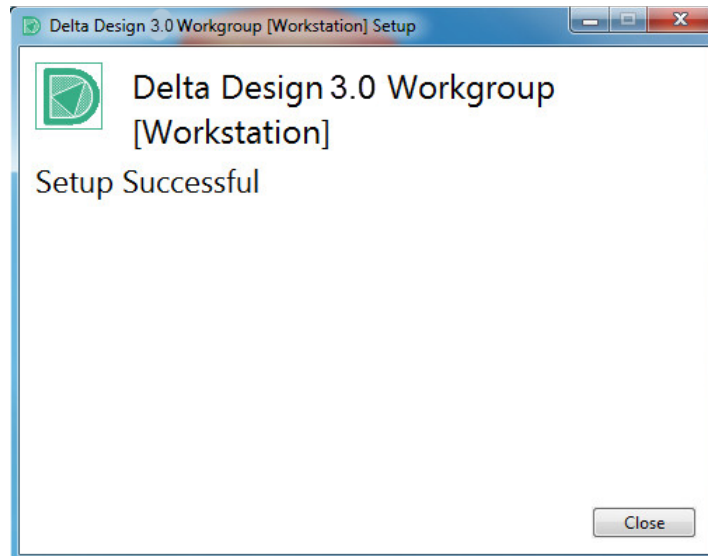

Рис. 17 Заключительное окно мастера установки
5. Дождаться завершения копирования файлов и нажать на кнопку «Close» в заключительном окне мастера установки, см. Рис. 17.